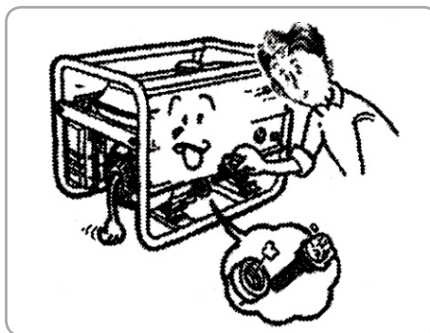

Fig.10
**Alimentare cu ulei de motor (fig.10):**